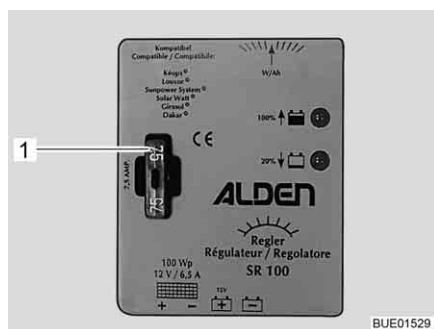

Bild 151 Säkring till laddningsregulator för solpanel 100 W
- Byt flatsäkring 5 A/ljusbrun (Bild 151,1).